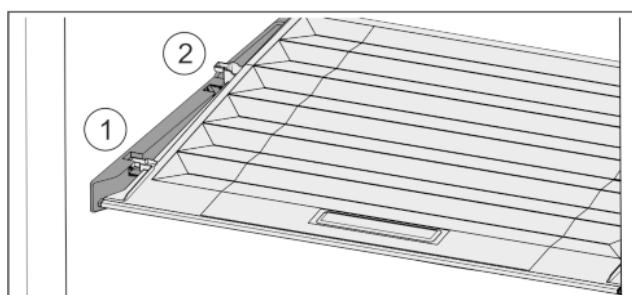

Fig. 28
- Trageți capacul în față Fig. 28 (1) până la orificiul din piesele suportului.
- Ridicați în spate de jos și scoateți Fig. 28 (2) în sus.